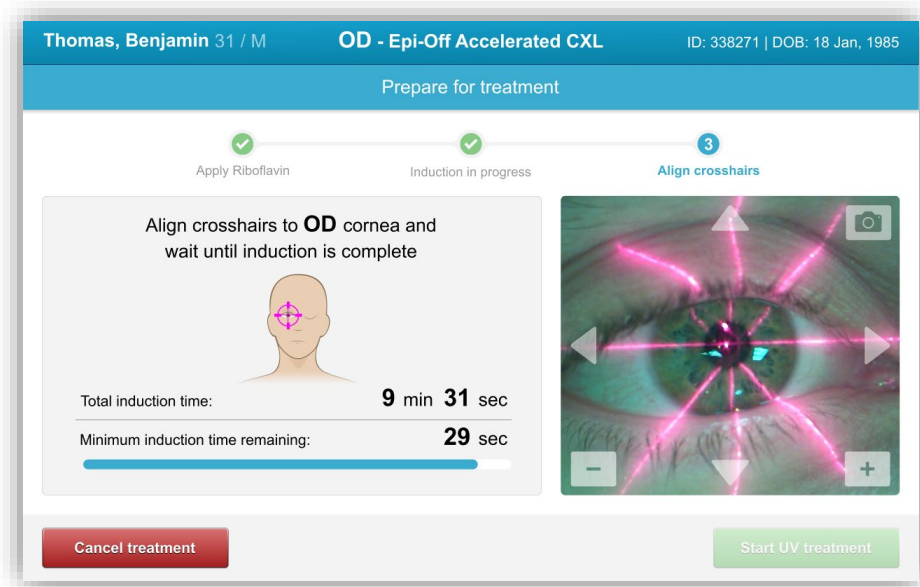

Abbildung 3-23. Ausrichtung der Fadenkreuze während der Induktion
- Die roten Ausrichtungslaser schalten sich 30 Sekunden vor dem Ende der Induktionsphase wie in Abbildung 3-23 veranschaulicht ein.